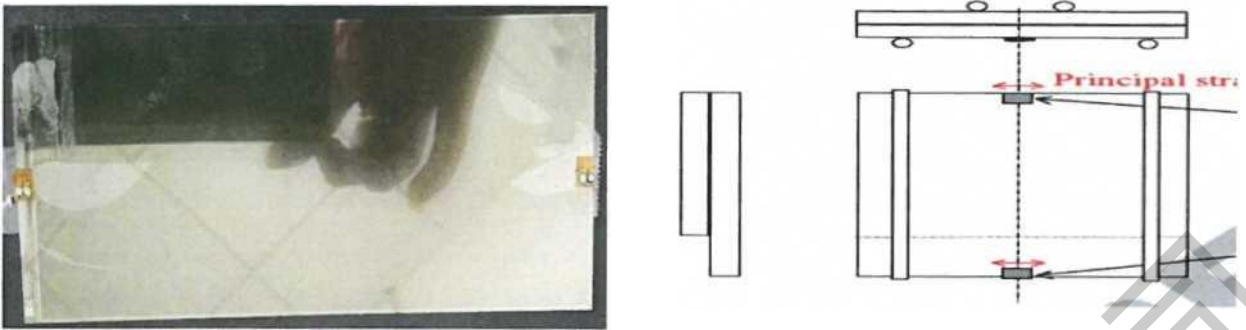

图 10 C 面贴附示意图
4.1.1.8.2 C面 (TFT 面朝上, 图 10) :至少贴附 8 片样品, 以保证可获得 4 组有效数据;